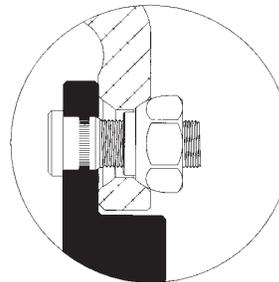

Figura 16
- ◆ Para ¾" - 16 birlos, se deden usar tuercas capuchón especiales, con un collar. (Ver la figura 16).